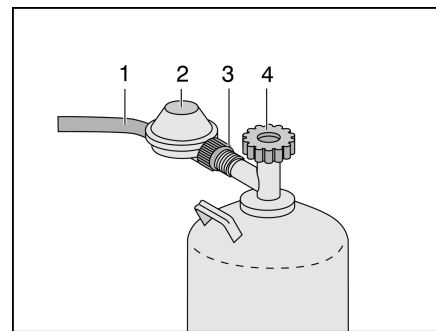

Fig. 154 Raccordo bombola del gas
- Chiudere la valvola principale di arresto (Fig. 154,4) della bombola del gas. Osservare la direzione della freccia.
- Tenere fermo il regolatore della pressione del gas (Fig. 154,2) e svitare il dado zigrinato (Fig. 154,3) (filettatura sinistrorsa).
- Rimuovere il regolatore della pressione del gas con il tubo del gas (Fig. 154,1).
- Applicare il regolatore della pressione del gas (Fig. 154,2) con il tubo del gas (Fig. 154,1) sulla bombola del gas e serrare a mano il dado zigrinato (Fig. 154,3) (filettatura sinistrorsa).